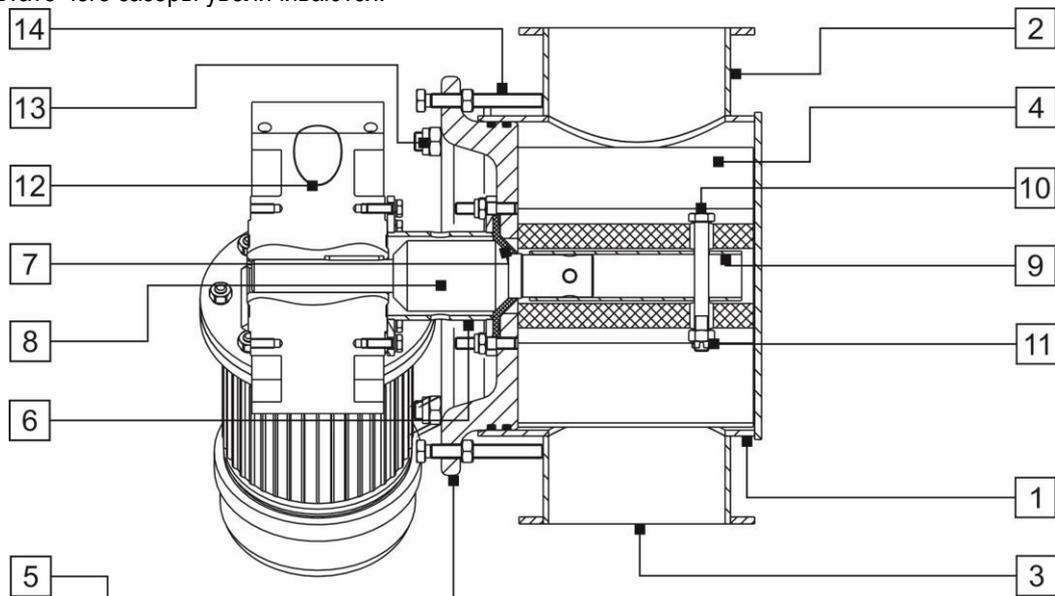

Рис. 11.а
В изделии применяются: шлюзовой затвор пыли (Рис. 11.а), шлюзовой затвор БГ-20 выдачи минерального порошка и агрегатированный с ним шлюзовой затвор «крупки» (Рис. 11.б).
Шлюзовой затвор пыли (Рис. 11.а) состоит из корпуса (1) с загрузочным (2) и разгрузочным (3) патрубками. Внутри корпуса (1) расположен эластичный ячейковый ротор (4). С одной стороны корпуса (1) установлена глухая крышка, с другой - крышка подвижная (5).